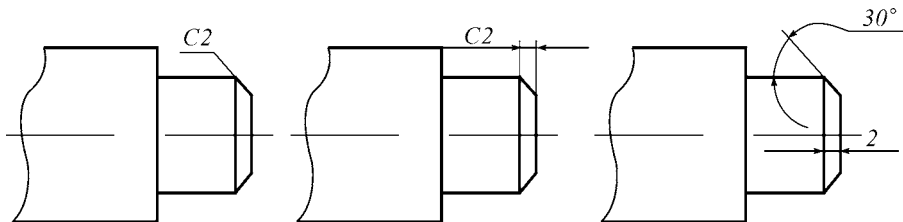

图 1-10 倒角标注
(13)倒角的尺寸标注方法。 45° 倒角,用字母 C 表示 45° ,后面的数字为倒角的宽度。非 45° 倒角,其角度和宽度应另行标注,如图 1-10 所示。